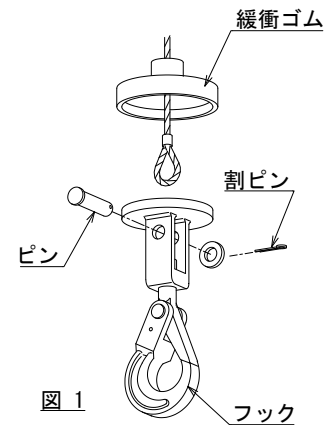

図 1
割ピンを手持ちのプライヤーなどで取りはずし、ピンを抜き、ワイヤロープをはずす。(図 1)
- 1) 新しいワイヤロープをフックに付いている円板の長穴に通す。(図 1)